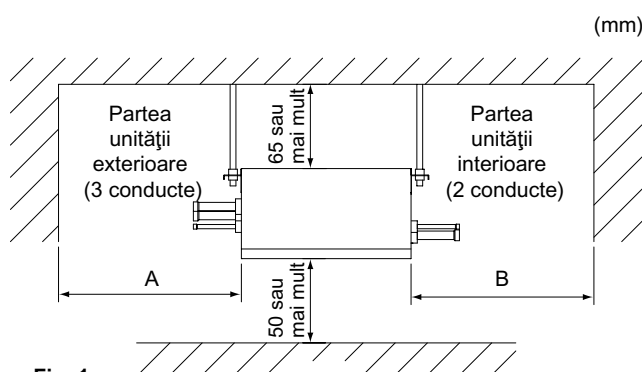

Fig. 1
- Unde se poate asigura un spațiu suficient pentru întreținere și reparații. (**Consultați fig. 1**)